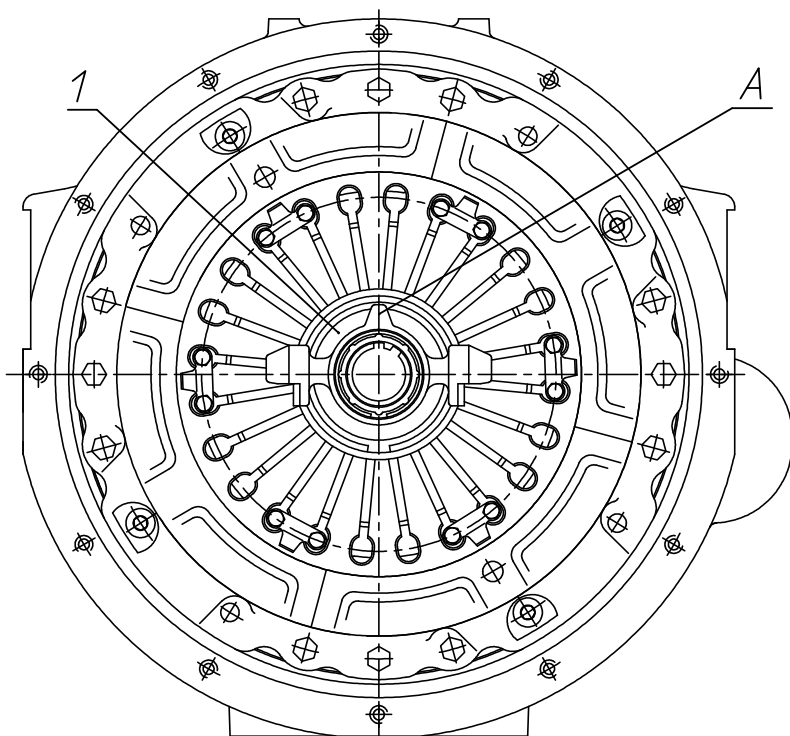

Рис. 25. Положение муфты выключения сцепления на нажимном комплекте
5. С помощью специальной оправки, установленной на центрирующую оправку ведомого диска, сцентрировать муфту выключения сцепления и развернуть её, как показано на рис. 25 (положение выступа А). Допускается угловое отклонение установки выступа А не более 10°.